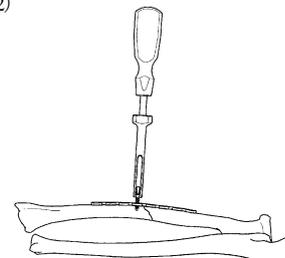

図22
- 6) 選択した長さの3.5 コーティカルスクリューを、ホールディングスクリュースリーブで把持し、六角2.5 ドライバー/六角2.5 パワービンドライバーを用いて挿入します。(図22)